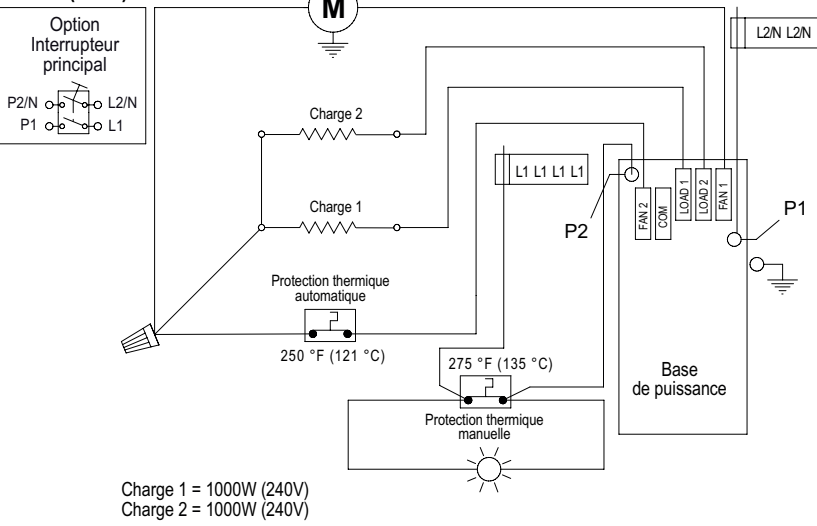

Fig. 5
- 10- Fixer le connecteur de plastique avec la fiche située dans le haut du devant de l'appareil. (Fig. 5).